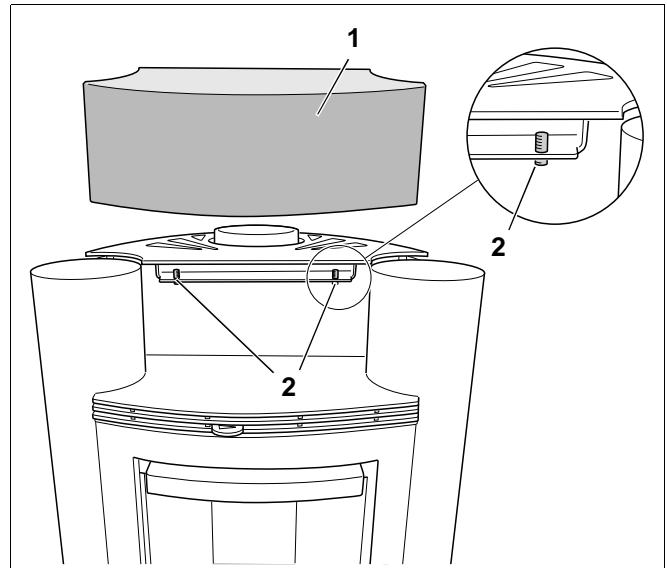

Abb. 14 Frontkachel anbringen
- 2 Madenschrauben (Abb. 14, **Pos. 2**) in den Korpus des Kaminofens drehen.
- Frontkachel (Abb. 14, **Pos. 1**) mit den 2 Einkerbungen links und rechts oben auf die Madenschrauben schieben.